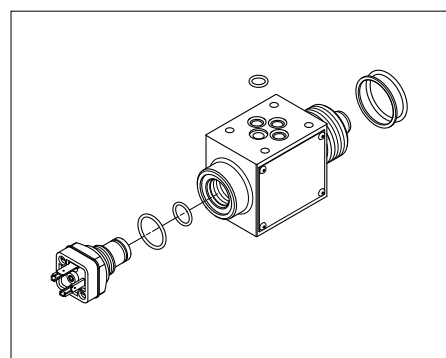

fig. 12
- (Fig. 12) Alloggiare 1°: l'anello antiestrusione e 2°: l'O-ring nella gola della testata. Sostituire gli O-ring del manifold e del corpo indicatore